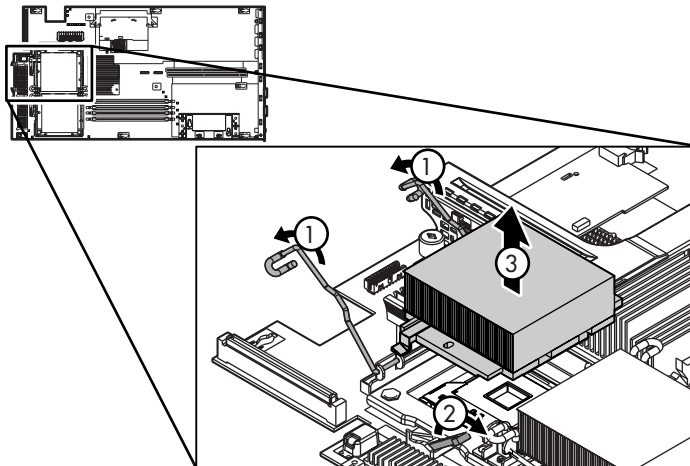

Abbildung 71 Lösen der Prozessorhalteklammern und Anheben des Verriegelungshebels
5. Lösen Sie die Prozessorhalteklammern auf beiden Seiten der Prozessorbaugruppe (1) (Abbildung 71).
6. Heben Sie den Verriegelungshebel an, und schwenken Sie ihn um 180°, um die Prozessorarretierung zu lösen (2).